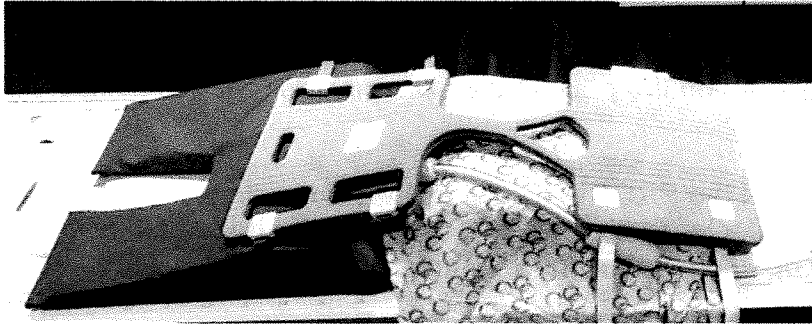

Abbildung 14: Ersteinrichtung vor dem Laden des Patienten und Verwendung des chirurgischen Liners. Die Bohrung befindet sich auf der linken Seite.
- 2) Nehmen Sie einen neuen Liner aus der Verpackung und legen Sie den Liner, noch zusammengefaltet, mit der glänzenden Seite nach unten auf den Tisch. Ziehen Sie die Baumwollseite des Liners durch die Sondenöffnung in der Mitte der Spule (Abbildung 14, Schritt 1), wobei die glänzende Seite der Spule unter der Spule verbleibt. Klappen Sie den Liner auseinander (Abbildung 14, Schritt 2), und stellen Sie sicher, dass er parallel zur Spulenlänge läuft. Greifen Sie unter die Spule, und entfalten Sie auch diese Linerseite (Abbildung 14, Schritt 3).